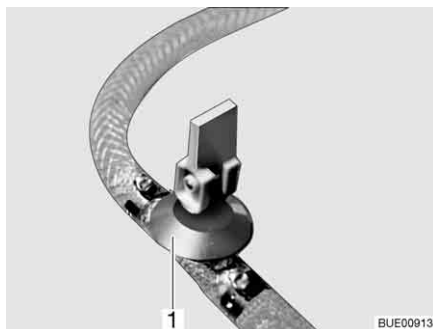

Bild 165 Avtappningskran (med vipparm)
- Stäng alla avtappningskranar. Ställ avtappningskranens vipparm (Bild 165, 1) i vågrätt läge.